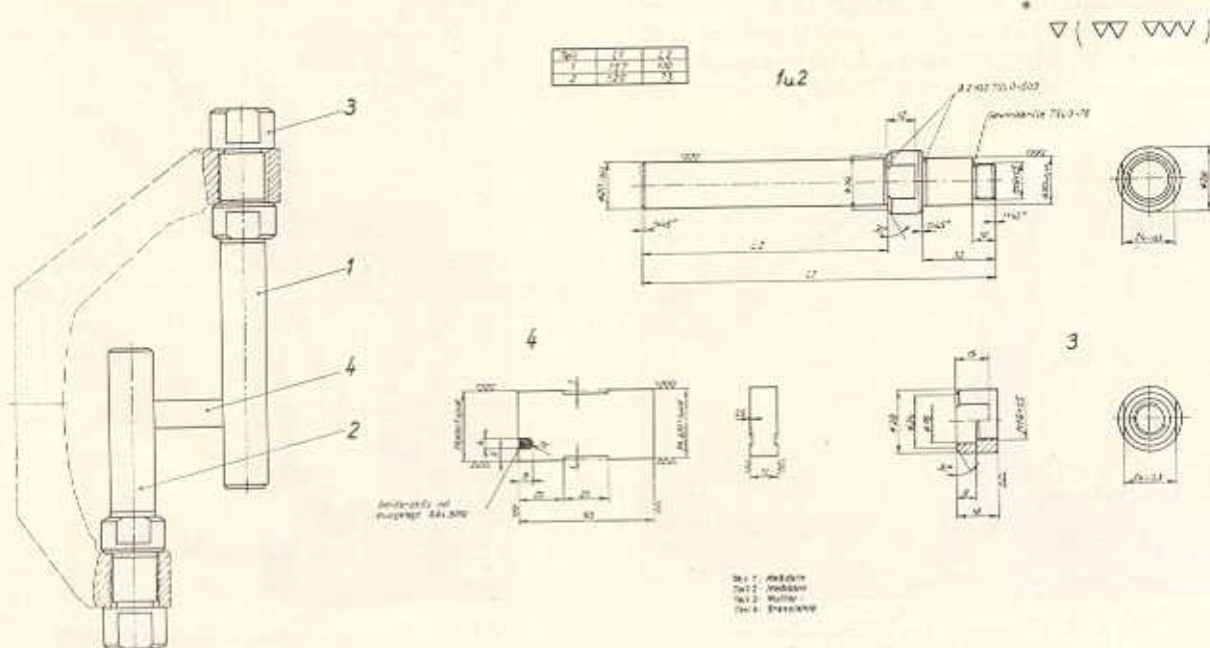

Bild F 42. Fluchtdorne für Schwenklagerkontrolle (W-211746)
1. Schwenklager kontrollieren, ob es verbogen oder beschädigt ist (Bild F 42). Radialdichtring mit Vorrichtung (Bild F 43) auf die vorgeschriebene Tiefe einpressen. Rillenslager 6307 fetten und einpressen (Bild F 45).